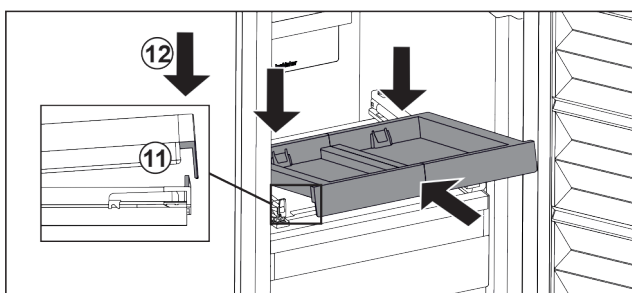

Fig. 108
- Schuin erin schuiven. Zorg ervoor dat de aanslag aan beide zijden achter de lip is. Fig. 108 (11)
- Uitschuifplateau aan voorzijde neerzetten. Fig. 108 (12)